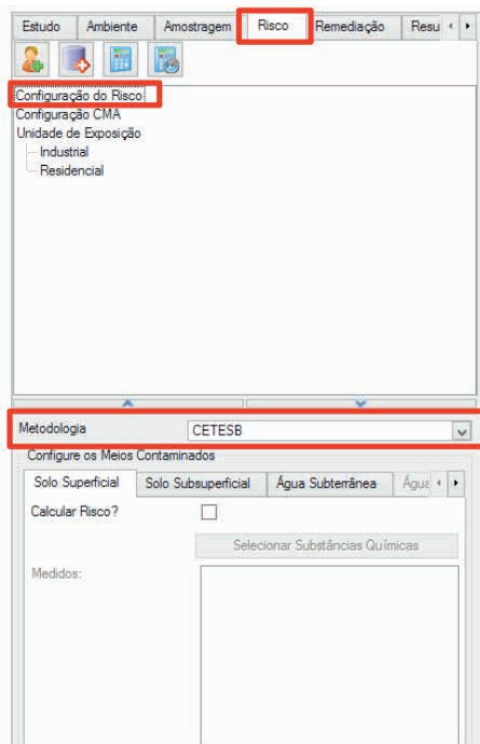

Figura 3.44 Configuração do Risco no SCBR.
- No módulo **Risco**, clique sobre a opção *Configuração do Risco*, selecionando a metodologia CETESB (Figura 3.44).